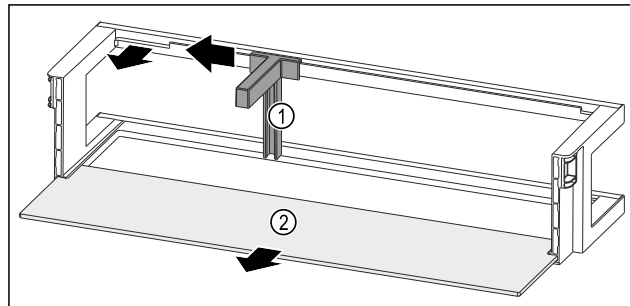

Fig. 84 Türabsteller mit Flaschenhalter und Abstellfläche
- ▶ Flaschenhalter Fig. 84 (1) bis zur Aussparung zur Seite schieben.
- ▶ Flaschenhalter Fig. 84 (1) entnehmen.
- ▶ Abstellfläche Fig. 84 (2) entnehmen.